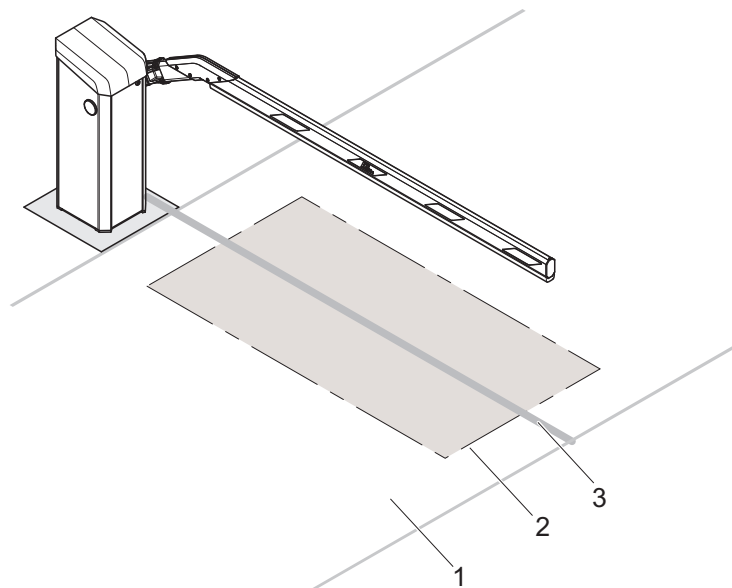

Рис. 18: Пример расположения индуктивных рамок для распознавания легковых автомобилей, здесь надписи указаны для шлагбаума типа «Access/Parking»
- Расстояние между индуктивной рамкой и краем проезжей части должно составлять от 300 до 500 мм. → См. также Рис. 18.